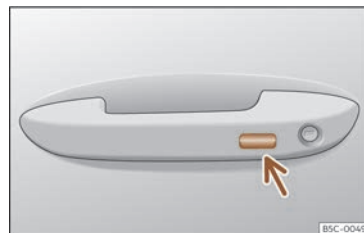

Abb. 91 Türgriff: Sensorfläche.
- **ODER:** mit dem Keyless Access-System (nur Schließen): Finger einige Sekunden auf der Sensorfläche zum Verriegeln >>> (Abb. 91) (Pfeil) im Türgriff halten, um die Fenster und das Schiebedach zu schließen. Sobald Sie die Sensorfläche nicht mehr berühren, wird die Schließfunktion unterbrochen.
Halten Sie einige Sekunden lang einen Finger über die Verriegelungssensorfläche >>> (Abb. 91) (Pfeil) am Türgriff, damit das Dach geschlossen wird. Sobald Sie die Sensorfläche nicht mehr berühren, wird die Schließfunktion unterbrochen.